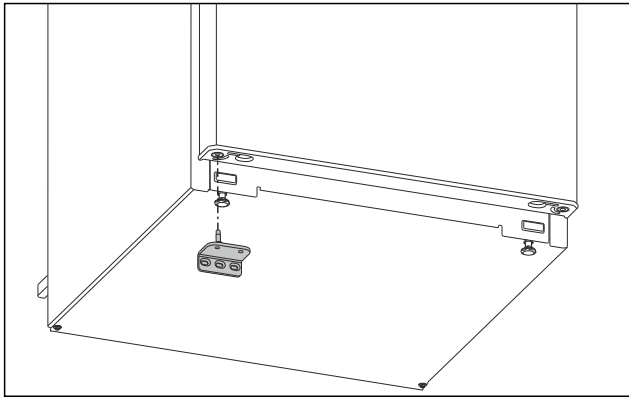

Fig. 14
- Inserire il blocco inferiore di supporto sul lato opposto. (vedere Fig. 14)